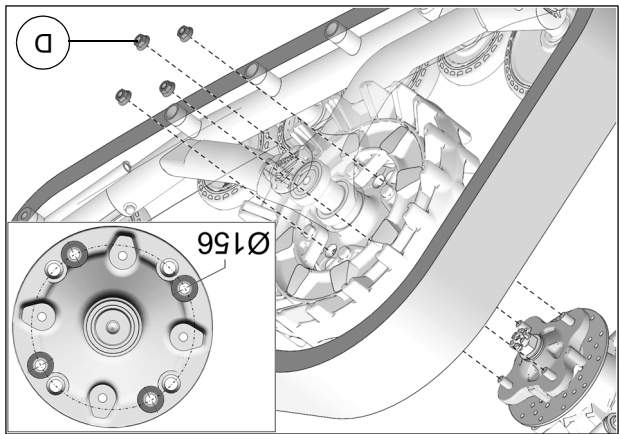

Fig. 20
7. Fixer le système de traction au moyeu de roue avant. Utiliser le cercle de perçage de Ø156mm et les écrous de roue M10 (D) fournis. Voir la Fig. 20